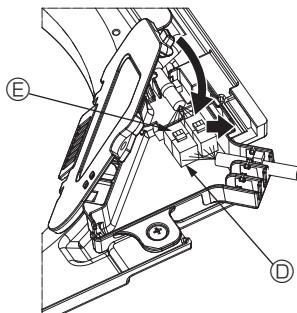

Fig. 5-10
- Nach dem Positionieren der Kabel im Anschlusskasten den Anschlusskastendeckel schließen. Sicherstellen, dass die Kabel nicht eingeklemmt werden. (Fig. 5-10)